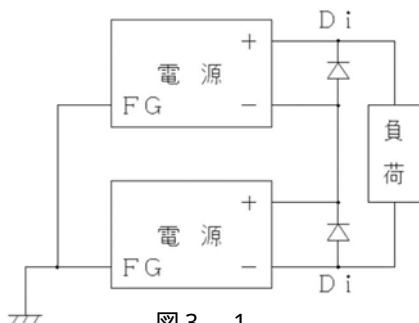

図3-1
- 出力電圧が12V以上の場合は図3-1のように接続し、Diは一般整流ダイオードを使用してください。